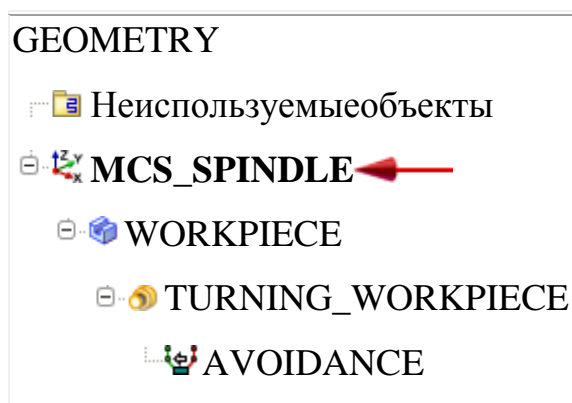

Рисунок 7 Навигатор операций
6. В «Навигаторе операций» щелкните правой кнопкой мыши на MCS_SPINDLE и выберите «Объект»→ «Отобразить» (рисунок 7).